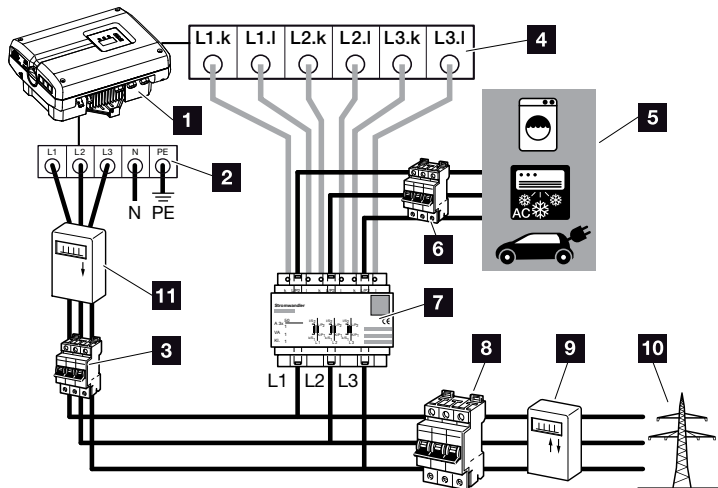
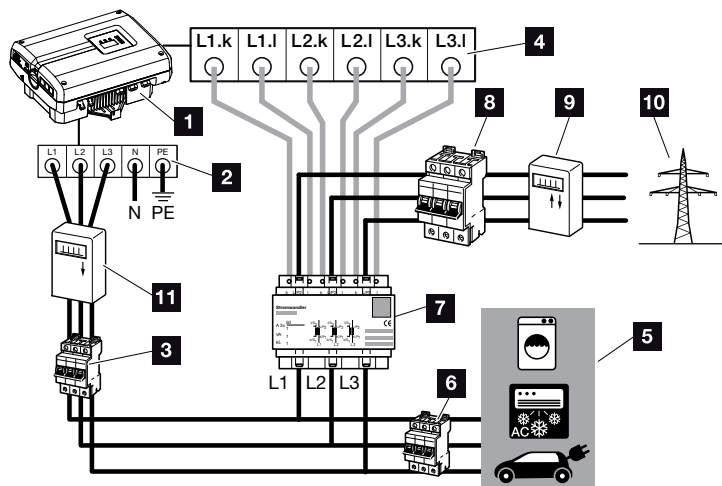

Fig. 74: **Modus 1** Registrering af husstandens forbrugsdata
Fig. 75: **Modus 2** Registrering af strømtilførsel
4. Træk kablerne fagligt korrekt afhængig af modi fra vekselstrømsomformerens til kontaktskabet. **Fig. 74, Fig. 75**